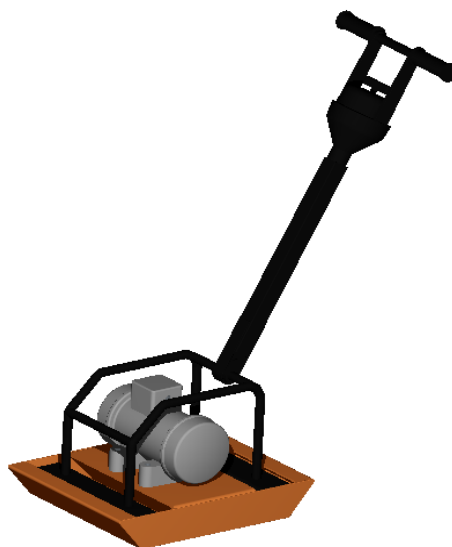

Рисунок 1. Виброуплотнители ВУ-05-45, ВУ-05-45Е, ВУ-11-75, ВУ-11-75Е
2.1 Виброуплотнители (рисунок 1) предназначены для уплотнения и разравнивания бетонной смеси при бетонировании площадок, дорог, полов, также для уплотнения различных видов сыпучих и связных дорожных покрытий, таких как песок, гравий, песчано-гравийная смесь, грунт, асфальтобетон при проведении дорожно-строительных работ, ремонтных и прочих работ, связанных с уплотнением поверхности на ограниченном пространстве.